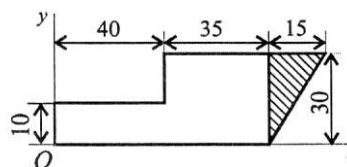

Рис.16
6. Определите координаты центра тяжести заштрихованной фигуры (рис.16). Размеры приведены в миллиметрах.